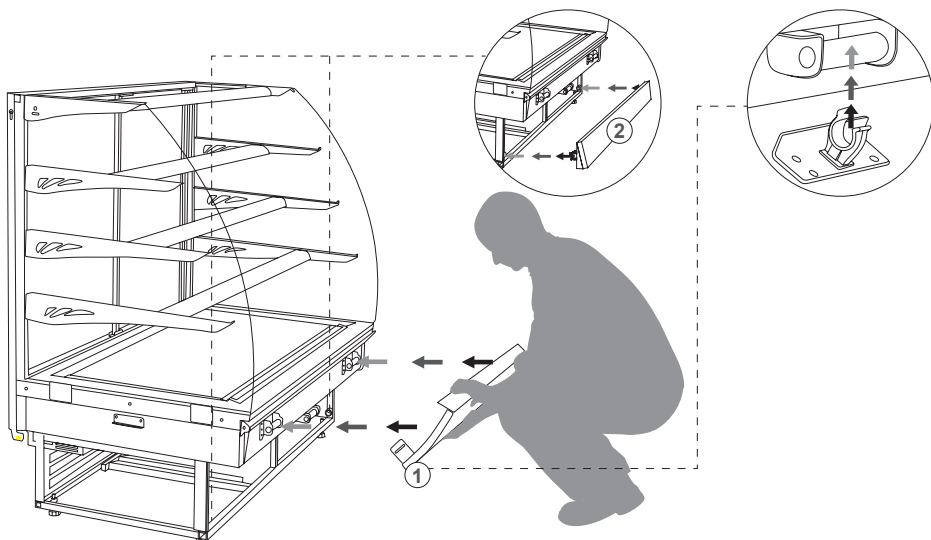
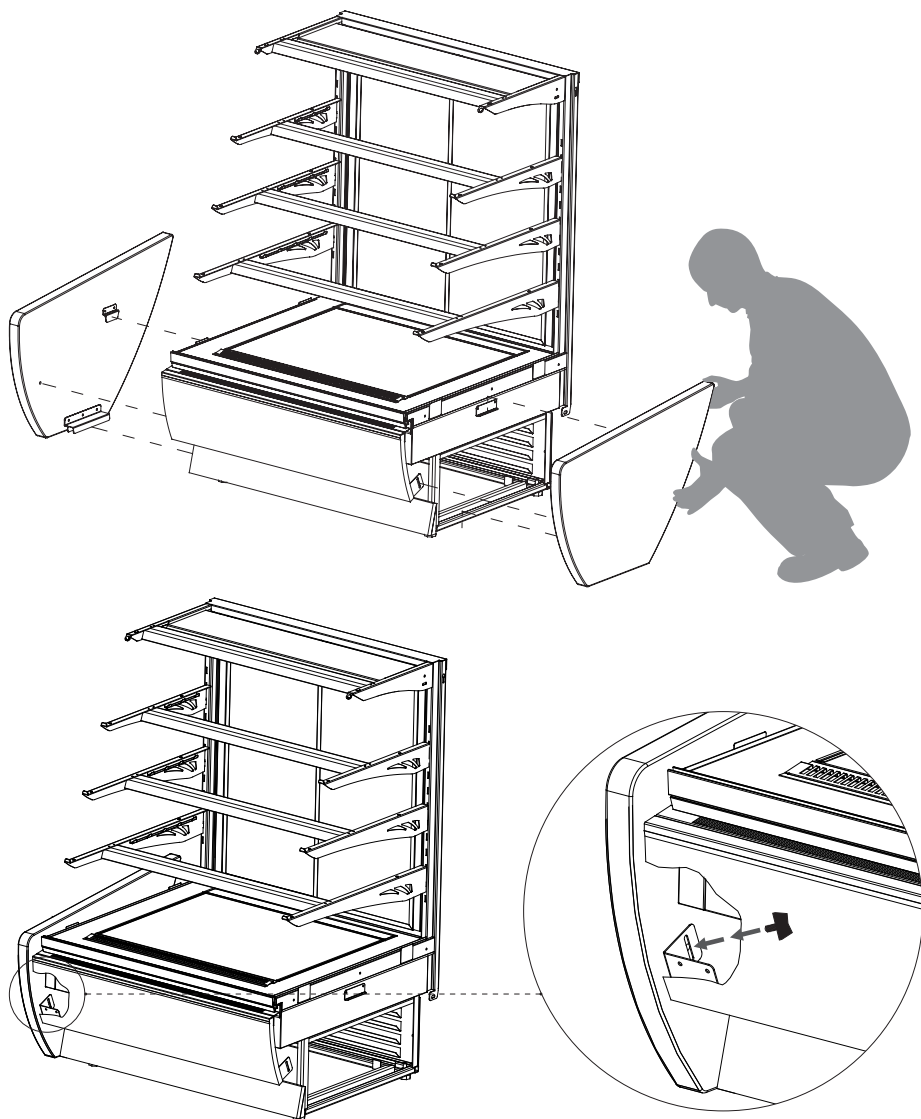

Рис.3 Монтаж фасада и деревянного цоколя
Рис.4 Монтаж деревянного бока
- 1 – Установить деревянные элементы: фасад, цоколь, бока и боковые крылья согласно Рис.3 (стр. 46), Рис. 4 (стр. 47) и Рис. 5 (стр. 48)